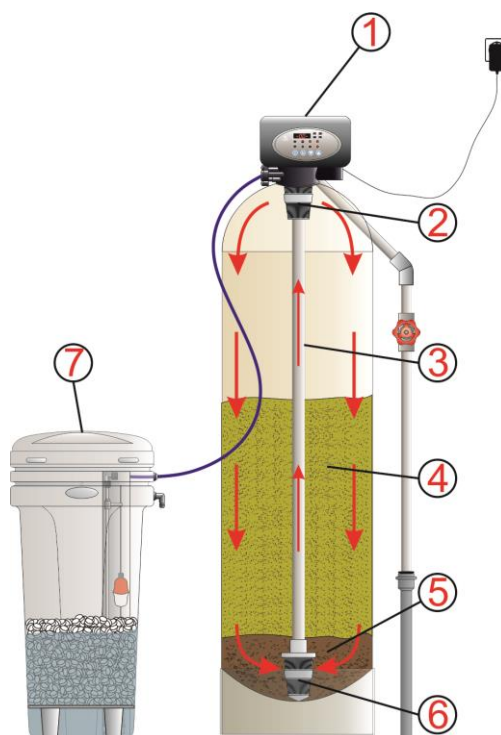

Рис. 4 Элементы фильтра умягчения
(Рис.4) Установка состоит из колонны, в которой содержится ионообменная смола (4) и гравийная подложка (5), объем загрузки составляет около 2/3 от всего объема баллона. Свободное пространство над загрузкой необходима для расширения фильтрующей загрузки при регенерации.